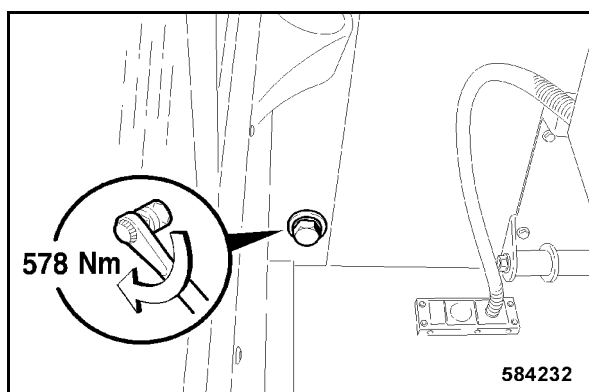

Fig. 217
- Serrer la vis de fixation arrière intérieure droite à un couple de 578 Nm (Fig. 217).